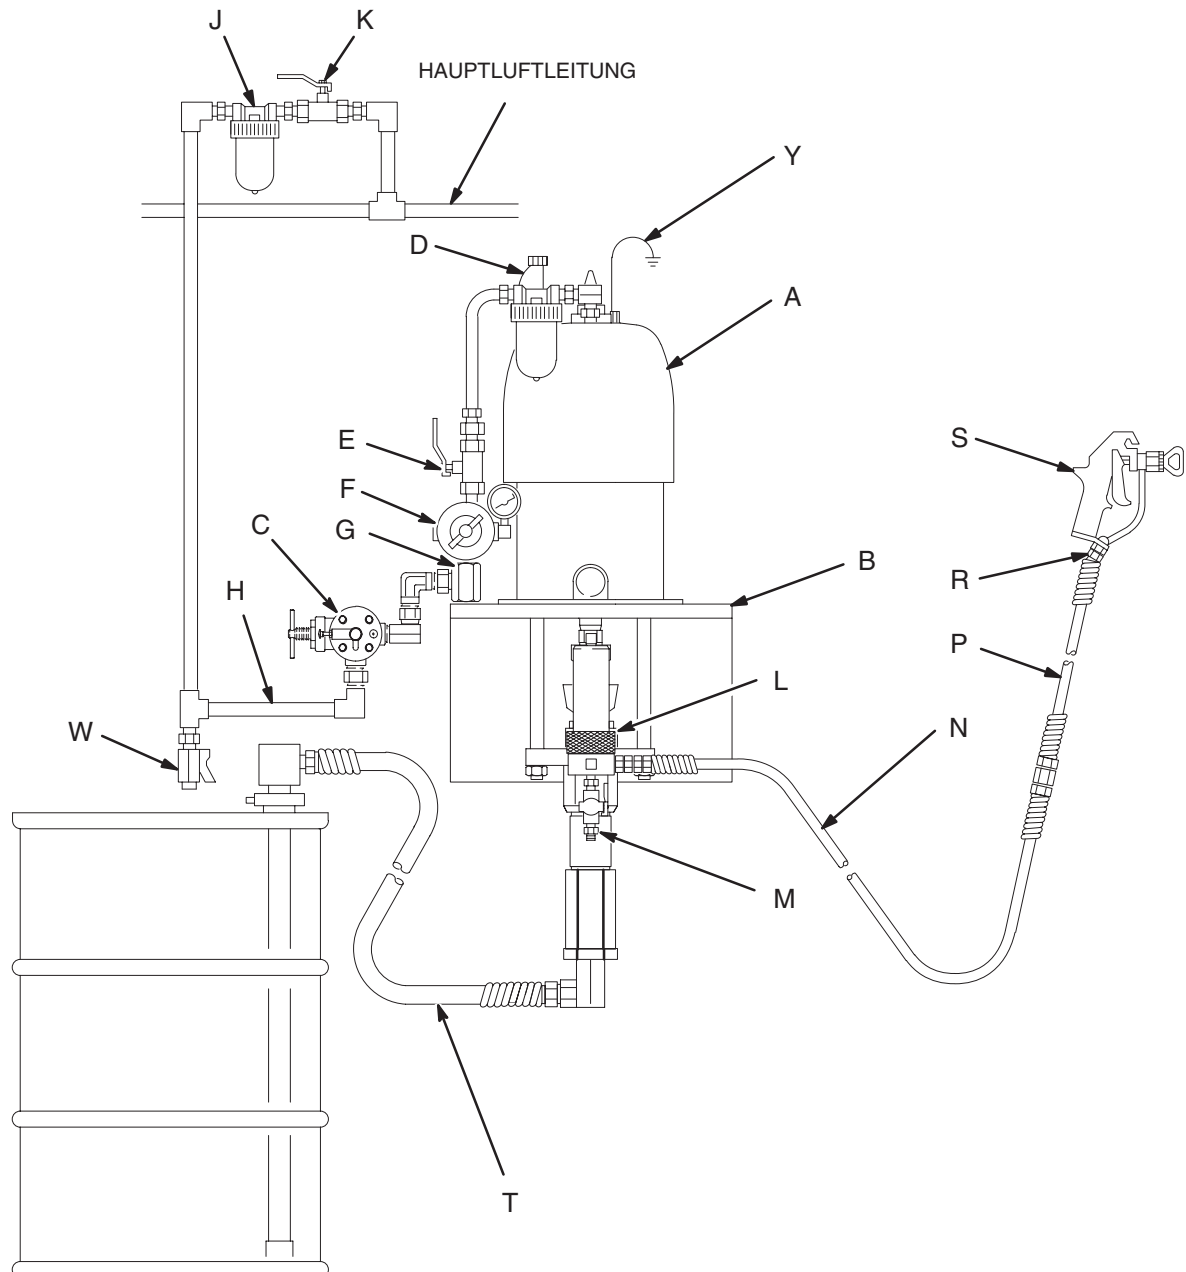

Abb. 2
Abb. 2 stellt nur eine Hilfe für die Auswahl und den Einbau von Systemkomponenten und Zubehörteilen dar. Der Graco-Händler oder die Technische Hilfe bei Graco helfen gerne bei der Zusammenstellung eines Systems, das Ihren besonderen Anforderungen entspricht.
Pumpe (A) in der für die Anwendung geeigneten Weise befestigen. Abb. 2 zeigt ein System für die Wandmontage. Für Pumpenabmessungen und Montagebohrungen siehe Seite 23.
Die folgenden Zubehörteile an den in Abb. 2 gezeigten Stellen installieren und bei Bedarf Adapter verwenden:
- **Einen Materialfilter (L)** mit einem 250 Micron-Element aus Edelstahl zum Filtern von Partikeln aus dem Material beim Austritt aus der Pumpe.
- **Eine Pistole (S)** verteilt das Material. Die in Abb. 2 gezeigte Pistole ist eine Airless-Spritzpistole für Materialien mit leichter bis mittlerer Viskosität.
- **Ein Pistolendrehgelenk (R)** gibt der Pistole mehr Bewegungsfreiheit.
- **Ein Ansaugsatz (T)** ermöglicht es der Pumpe, Material aus einem Behälter anzusaugen.
1. Siehe Abb. 2. Ansaugsatz (T) mit dem Materialeinlaß der Pumpe verbinden. Rohr in das anzusaugende Material legen.